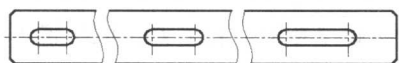

图 1.1.12 创建倒角
(1) 选择下拉菜单 **修改(M) → 倒角(C)** 命令, 在命令行中输入 T 并按回车键, 再输入 T 并按回车键, 输入字母 A (即选择“角度”选项) 并按回车键, 输入 2 并按回车键, 输入 45 后按回车键, 分别选取要进行倒角的两条直线。
(2) 按回车键以重复倒角命令, 分别选取要进行倒角的两条直线。
(3) 重复上述操作, 完成如图 1.1.12 所示倒角的创建。